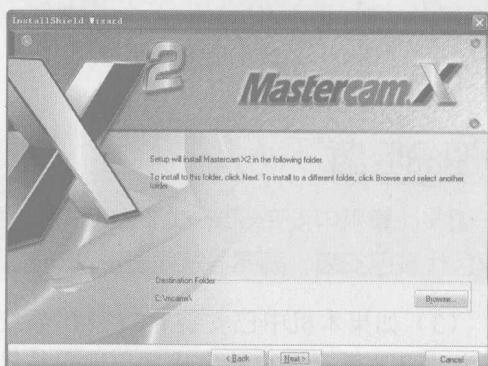

图 1-8 安装界面 5
(7) 单击 **Next >** 按钮出现安装界面 5，设置安装路径如图 1-8 所示。